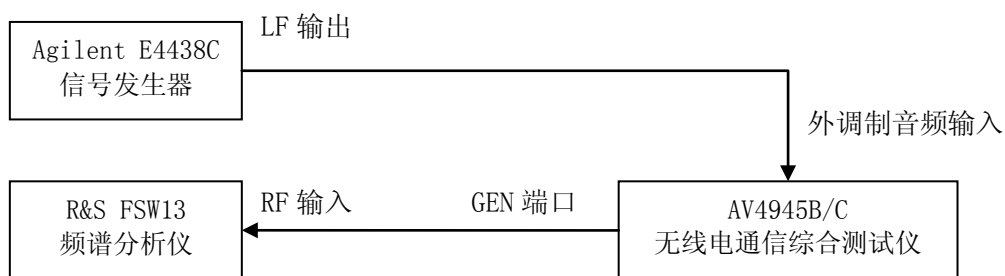

图 6-9 射频信号发生外部模拟调制特性测试框图
- 1) 如图 6-9 连接测试仪器, 设置 AV4945B/C 为射频发射模式, 输出频率 1.05GHz, 幅度-10dBm; 选择调制格式为 FM; 调制源选择外音频, 频偏 100kHz; 设置频谱分析仪为模拟解调模式, 打开 FM 解调窗口, 设置中心频率为 1.05GHz, 解调带宽 50kHz; 设置信号发生器的 LF 输出频率为 20Hz, 输出幅度 200mV_r, 将调制率测量值记入表格 A.1 相应的空格处;
- 1) 如图 6-9 连接频谱分析仪的 RF 输入和 AV4945B/C 的 GEN 端口, 设置 AV4945B/C 为射频发射模式, 输出频率 1.05GHz, 幅度-10dBm, 调制格式 BPSK, 码元速率 1MHz, 滤波器 RRC, α 因子 1.0, 数据源 PN9;